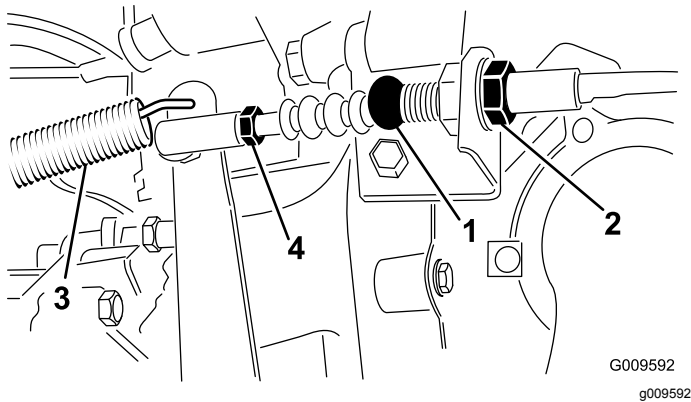

Figura 70
1. Allentate i controdadi che fissano il cavo della frizione alla staffa sul cappuccio del volano (Figura 70).